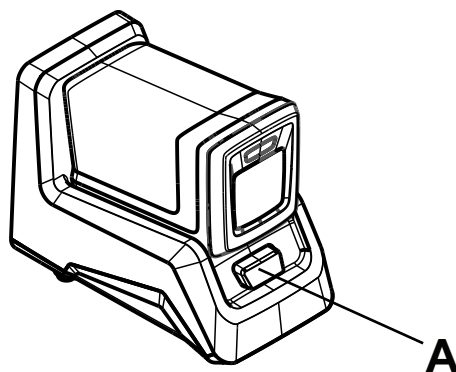

Figura 11 – Carga de la batería
2. Presione el botón de liberación de la batería (A) y deslice la batería cargada para sacarla del cargador (Figura 11).